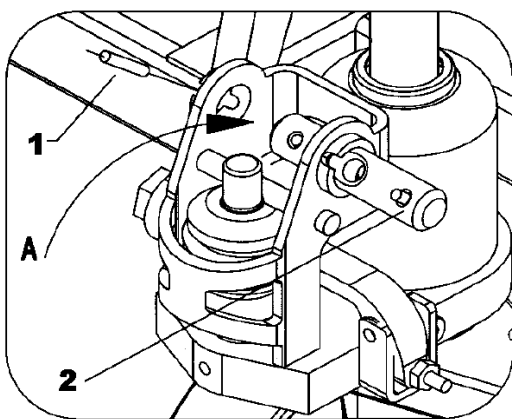

Fig. 1
- 3.1 Desmontar o pino elástico (1) e retirar o eixo (2). Ver Fig. 1.